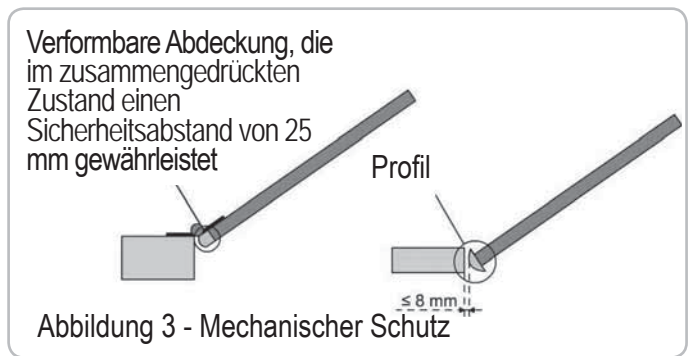
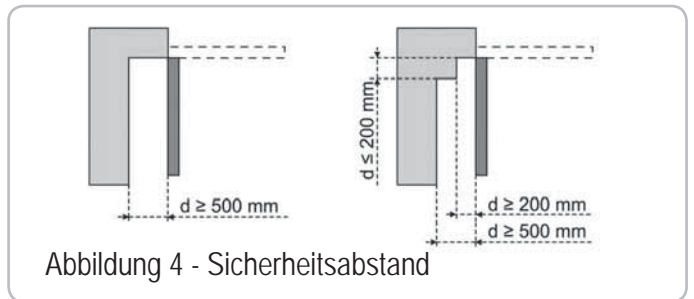

Abbildung 3 - Mechanischer Schutz
Abbildung 4 - Sicherheitsabstand
<p>ZONE 2* Quetschgefahr an einem angrenzenden festen Bauteil</p>	<p>Hinderniserkennung durch den Antrieb. Es muss unbedingt geprüft und festgestellt werden, dass die Grenzwerte der Betriebskräfte und Reversierungszeiten gemäß Anhang A der Norm EN 12 453 eingehalten sind. Schutz durch eine mechanische Vorrichtung (siehe Abbildung 3) oder durch Sicherheitsabstände (siehe Abbildung 4)</p>
<p>ZONE 3* Gefahr von Schnitt- oder Quetschverletzungen beim Öffnen im Bereich fester angrenzender Bauteile</p>	<p>Am Tor alle Punkte beseitigen, an denen man hängen bleiben kann, und alle scharfen Kanten am Torblatt entfernen Alle Zwischenräume mit Breiten ≥ 8 mm oder ≤ 25 mm beseitigen Der Schutz gegen das Einquetschen mit einem angrenzenden Bauteil ist möglich: - Hinderniserkennung durch den Antrieb. Es muss unbedingt geprüft und festgestellt werden, dass die Grenzwerte der Betriebskräfte und Reversierungszeiten gemäß Anhang A der Norm EN 12 453 eingehalten sind. - durch Sicherheitsabstände (siehe Abbildung 4)</p>
> Torgröße (Abb. 3)
3.1 Montagehöhe - Abb. 4